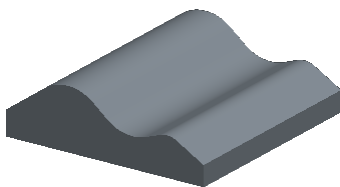

图 3.10.2 放置后的参考模型
Step3. 在“元件放置”操控板中选择 **默认** 选项，然后单击 按钮，完成参考模型的放置，放置后如图 3.10.2 所示。